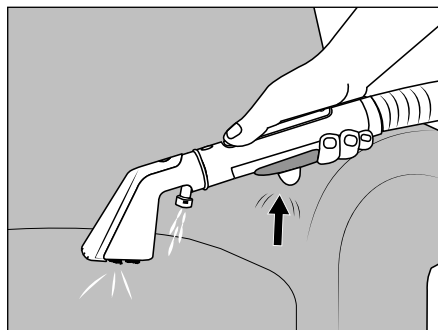

Fig. 6
- ◆ Relevez les poignées de transport ⑩ et transportez l'appareil là où vous en avez besoin.
- ◆ Retirez le flexible de pulvérisation/aspiration ⑪ hors des supports de flexible ⑮/⑯.
- ◆ Glissez le support de flexible ⑮ dans l'appareil.
- ◆ Tenez fermement le flexible de pulvérisation/aspiration ⑪ par la partie poignée.
- ◆ Appuyez sur la touche Marche/Arrêt  ⑨ pour allumer l'appareil.
- ◆ Tenez l'embout meubles ㉒ 2 à 3 cm au-dessus de la zone à nettoyer et actionnez la touche de pulvérisation ⑳ pour appliquer l'eau/la solution nettoyante avec l'embout pulvérisateur ㉔ (voir fig. 6).